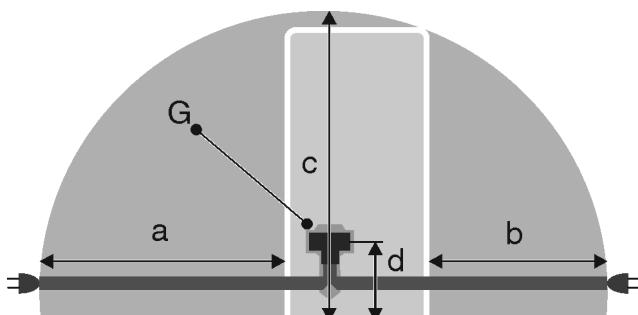

Fig. 35*
- Розетка лежить не за пристроєм, а в зонах a або b Fig. 35 (a, b, c).
- Встановіть штекер пристрою *Fig. 35 (G)* на задній стороні пристрою. Слідкуйте за правильною фіксацією.